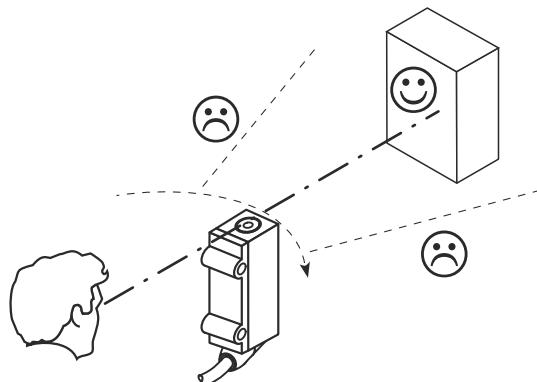

Figura 3: Orientazione del sensore
① Oggetto bianco, coefficiente di riflessione 90%
② Oggetto con 6% ... 90% coefficiente di riflessione (corrisponde a bianco standard conformemente a DIN 5033)
3. Scegliere la posizione in modo tale che la luce infrarossa (non visibile) colpisca il centro dell'oggetto. L'orientazione corretta può essere rilevata solo tramite l'indicatore LED (oggetto riconosciuto, l'indicatore LED giallo si illumina) o con l'aiuto di una carta del convertitore a infrarossi (vedi il programma accessori di SICK). v. figura 3, pagina 78